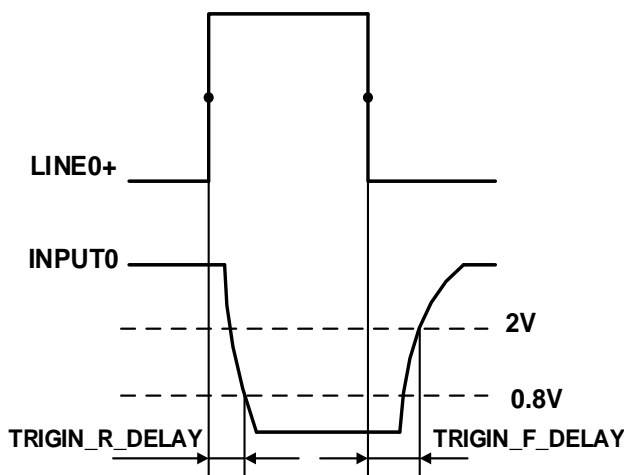

图 7-2 光耦隔离输入电路参数
- 上升沿延时时间：<math><50\mu\text{s}</math> (0°C~45°C)，参数说明见图 7-2
- 下降沿延时时间：<math><50\mu\text{s}</math> (0°C~45°C)，参数说明见图 7-2
- 输入上升沿延时： $<2\mu\text{s}$ （ $0^{\circ}\text{C}\sim 45^{\circ}\text{C}$ ），参数说明见图 7-2
- 输入下降沿延时： $<2\mu\text{s}$ （ $0^{\circ}\text{C}\sim 45^{\circ}\text{C}$ ），参数说明见图 7-2